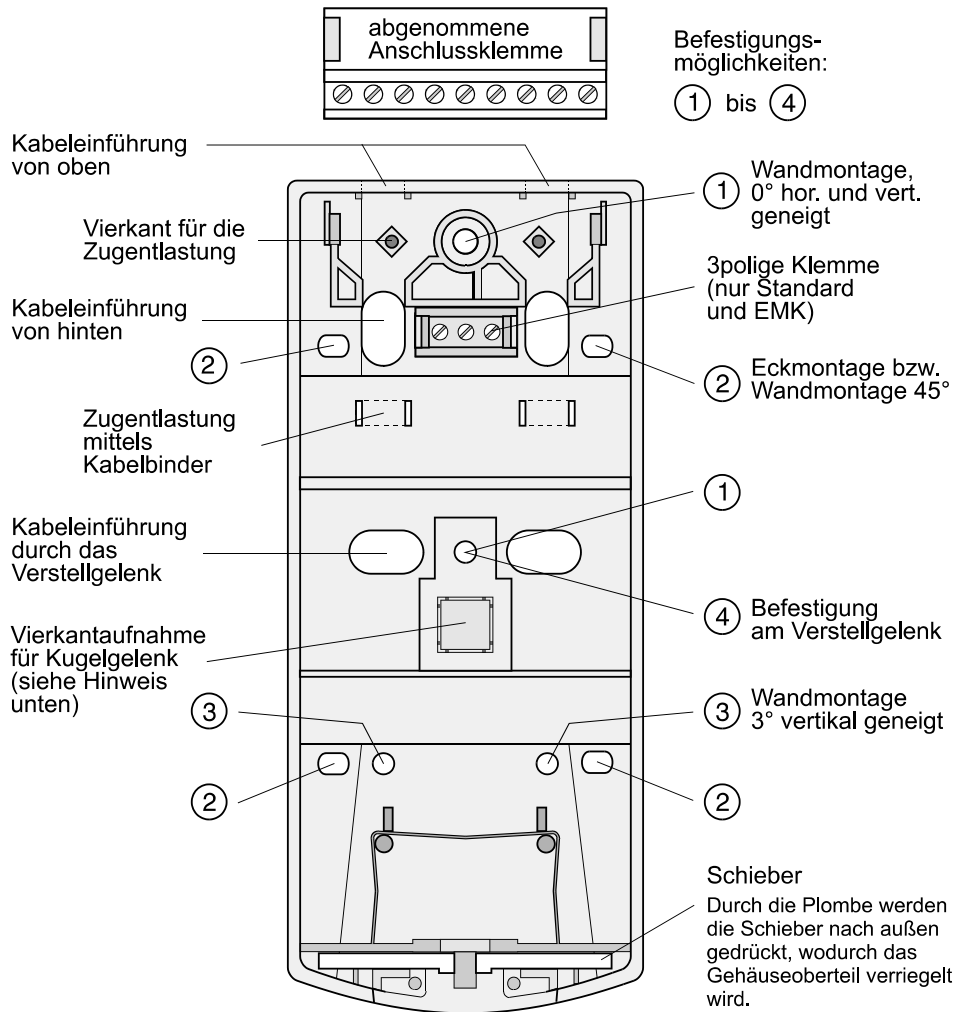

Abbildung 2
Hinweis: Befestigungslöcher und Kabeleinführungen siehe Abbildung 2 .
Bei den anderen Kabeleinführungen erfolgt die Zugentlastung über Kabelbinder, mit denen die Kabel am Gehäuseunterteil festgezogen werden. Die Kabelbinder werden durch die im Unterteil vorgesehenen Schlitze gezogen (siehe Abbildung 2).
Befestigung durch 2 seitliche Löcher (übereinander, siehe Abb. 2/②).
Die Zugentlastung im Melder erfolgt über Kabelbinder, mit denen die Kabel am Gehäuseunterteil festgezogen werden. Die Kabelbinder werden durch die im Unterteil vorgesehenen Schlitze gezogen (siehe Abbildung 2).